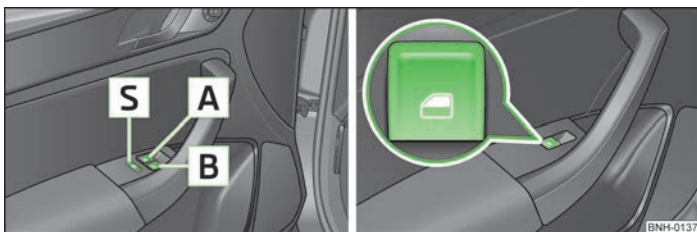

Abb. 17 Tasten in der Fahrertür / in den hinteren Türen
- Werden auf den Rücksitzen Kinder befördert, wird empfohlen, die elektrischen Fensterheber der hinteren Türen außer Funktion zu setzen (Sicherheitsschalter) S » Abb. 17 auf Seite 33.
Durch Drücken des Sicherheitsschalters **S** » Abb. 17 können die Tasten der Fensterheber in den hinteren Türen außer Funktion gesetzt werden. Durch wiederholtes Drücken des Sicherheitsschalters **S** sind die Tasten der Fensterheber in den hinteren Türen wieder funktionsfähig.